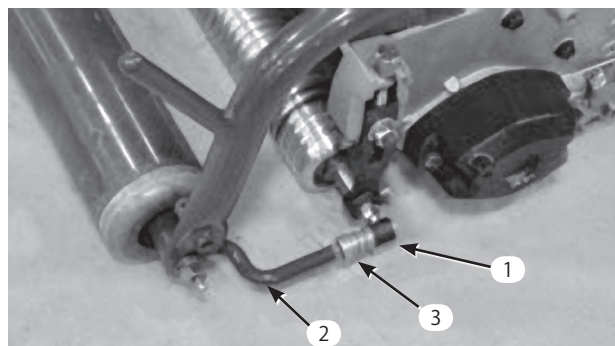

図12
6. ソケットの開口部とボールスタッドの中心を合わせ、ジャムナットを締めてソケットを固定する (図12)。